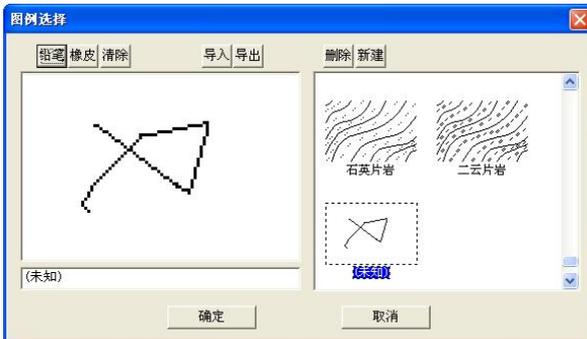

图 8.41 新建图例
- B) 新建图例：点击“新建”按钮新建一个图例到图例库，如图 8.41 所示，